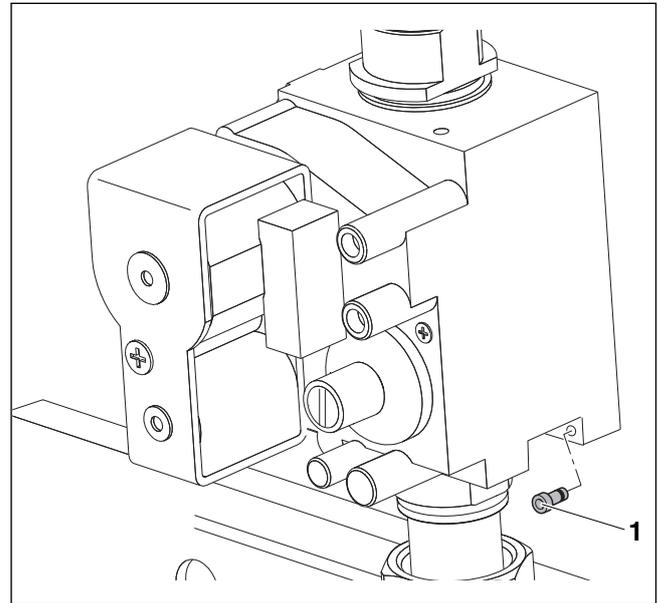

Рис. 47 Монтаж и демонтаж переходника для сжиженного газа
- ▶ Вставить переходник для сжиженного газа вместе с уплотнением (→ рис. 47, [1]).
- ▶ Вынуть переходник для сжиженного газа (→ рис. 47, [1]).